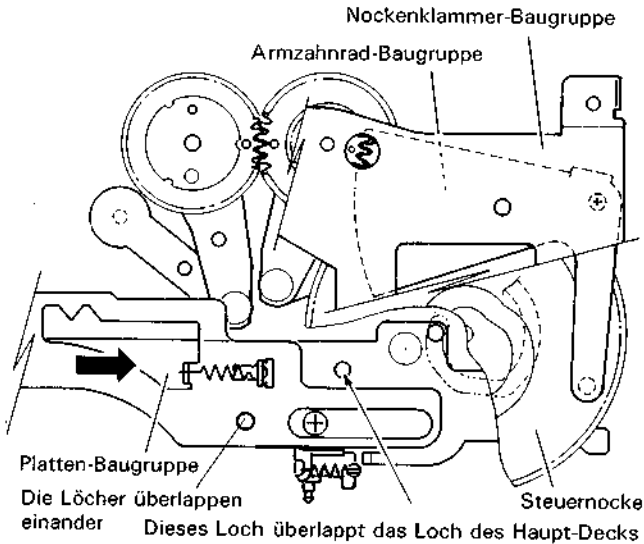

Abb. 1-3-4 Nockenklammer-Baugruppe
1. Die Platten-Baugruppe drücken und so halten, daß das Loch der Platten-Baugruppe das Loch des Haupt-Decks überlappt, wie in Abb. 1-3-4 gezeigt.
1. Wenn das Loch der Platten-Baugruppe mit dem Loch des Haupt-Decks überlappt, bestätigen daß die V-Kerbe des Schiebers gerade mit der V-Kerbe der Außensektion des Betriebsartenschalter überlappt, wie in Abb. 1-3-4 gezeigt.